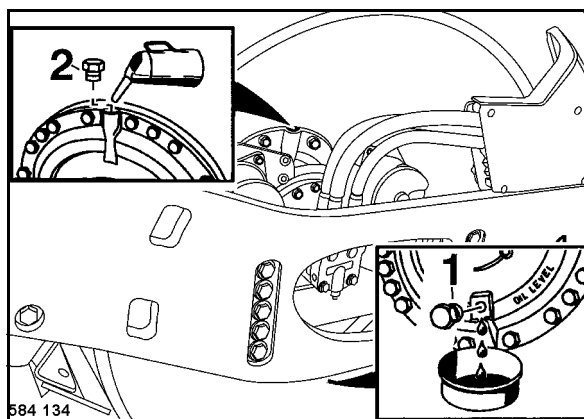

Fig. 190
- Desenroscar el tapón de control (1) (Fig. 190) en la parte baja del rodillo y cargar tanto aceite por el agujero de llenado (2) hasta el aceite sale abajo por el agujero de control.
- Volver a enroscar fijamente el tapón del llenado de aceite (2) y de control (1).